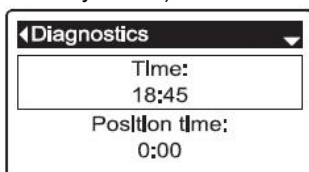

РИС. 84
8. Нажать кнопку ВЫБРАТЬ (O) для отображения экрана Диагностики (см. Рисунок 84)